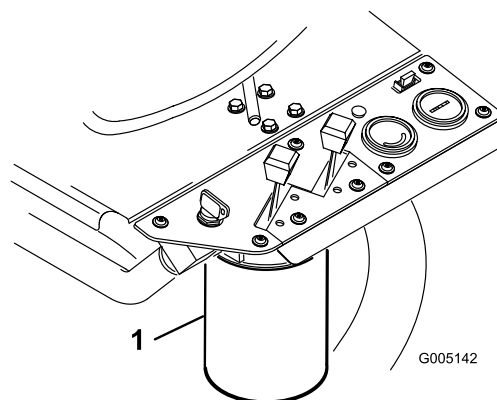

Figura 48
2. Pulite la superficie circostante il filtro (Figura 48). Collocate una bacinella di spurgo sotto il filtro e togliete il filtro.